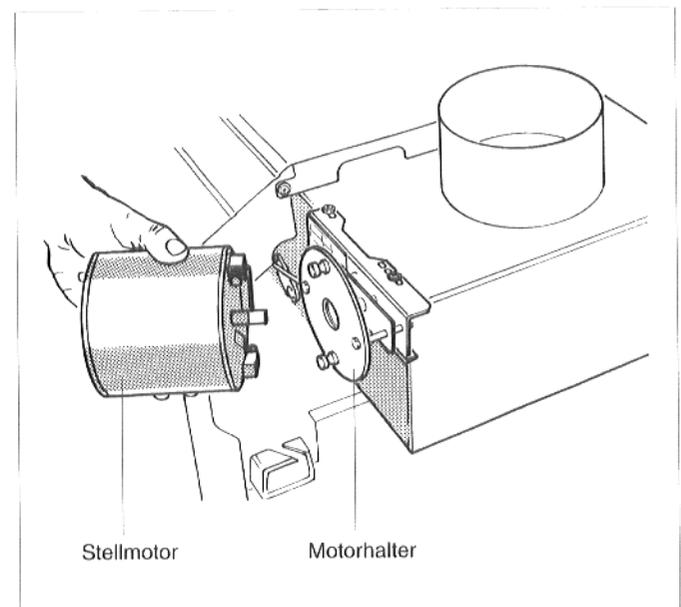

Abb. 9
15. Mit Hilfe des Stellhebels die Kupplung im Motorhalter so stellen, daß der Stellmotor gesteckt werden kann; Stellmotor oben und unten festschrauben (Abb. 9).